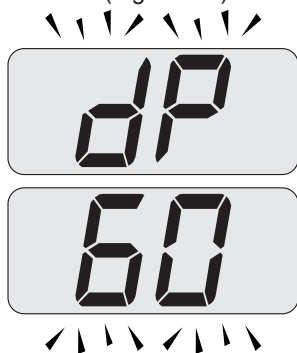

Figura 7.7
- Premere 2 volte il tasto 18 fino a far apparire sul display LCD le lettere **dP** (spazzacamino attivo in massimo sanitario) che si alternano con il valore di temperatura dell'acqua di riscaldamento (es. **60**), indicanti l'entrata nell'attivazione della "funzione spazzacamino" alla potenza massima in sanitario (Figura 7.7).